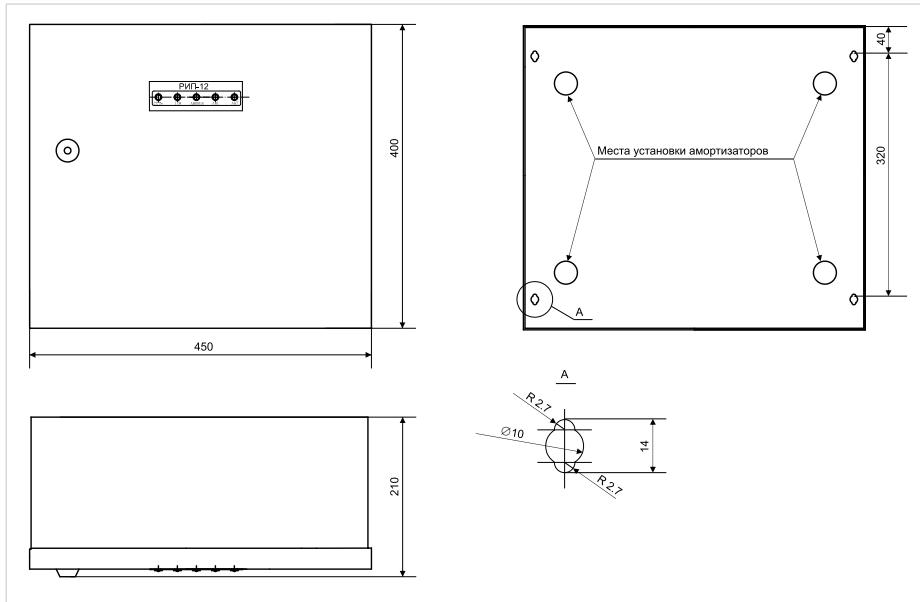

Рисунок 4. Внешний вид и габаритные размеры РИП
2. Установите амортизаторы RBS-41-BK из комплекта поставки в соответствии с разметкой на рис. 4.
3. Наметьте на стене места для четырёх установочных отверстий в соответствии с габаритным чертежом (см. рис. 4). Просверлите отверстия.